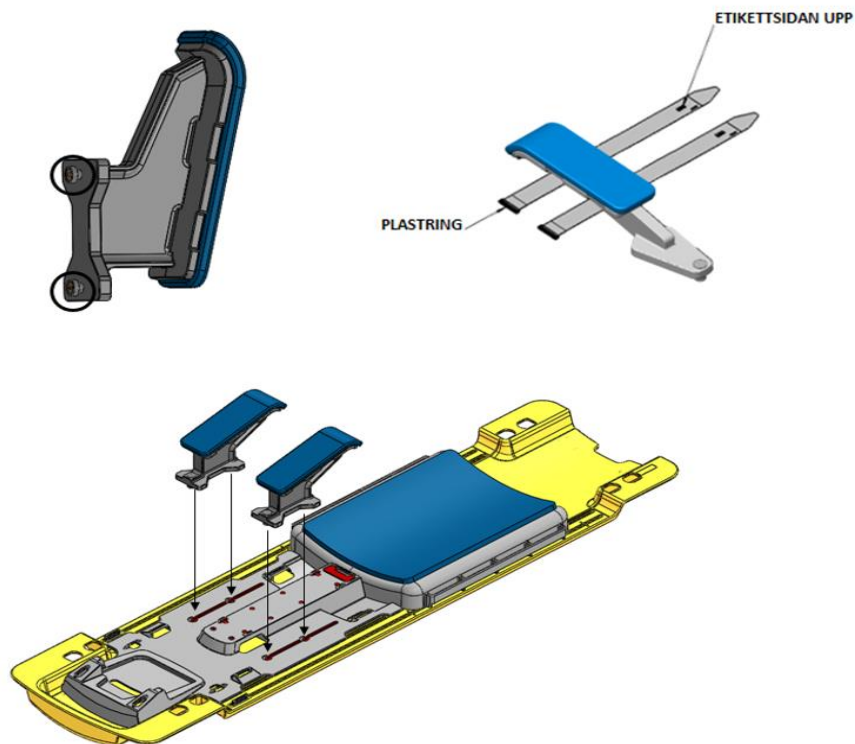

Bild 24: Benstöd och införing av benremmar
- a. Placera benstöden i de avsedda spåren på basplattan. Ta hjälp av stiften på benstöden för att placera dem i spåren på basplattan (*Bild 24*).